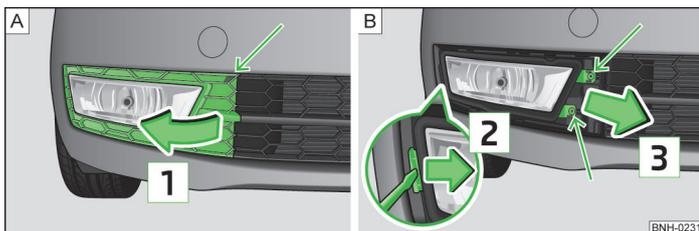

Fig. 174 Parachoques delantero: rejilla protectora / desmontaje del faro antiniebla
- Soltar la rejilla protectora en el sentido de la flecha » fig. 174 -  por medio del estribo para retirar los tapacubos integrales » página 191, *Equipo de herramientas a bordo*.
- Extraer la rejilla protectora en el sentido de la flecha  » fig. 174.
- Desenroscar los tornillos señalados con flechas » fig. 174 -  1).
- Para un nuevo montaje, colocar el faro antiniebla en el sentido contrario al de las agujas del reloj  » fig. 174 y atornillarlo.